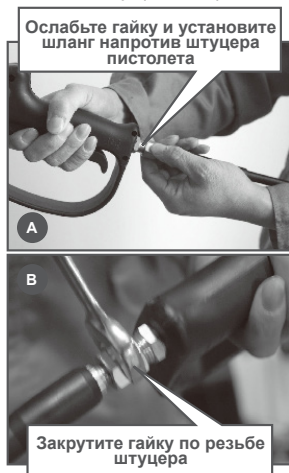

Рис. 3 Присоединение шланга высокого давления к пистолету
1. Присоедините шланг высокого давления к пистолету (Рис. 3).